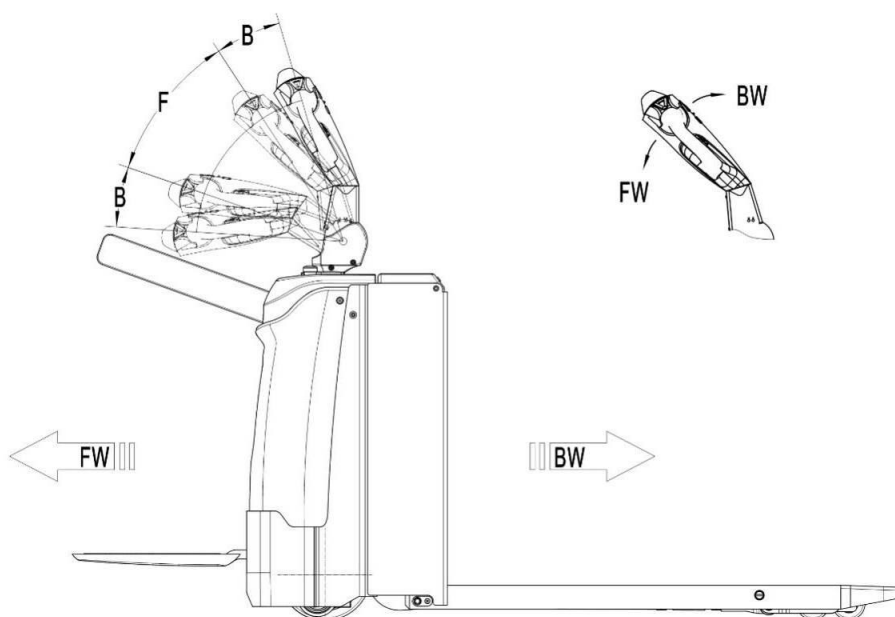

Рис. 9: Направления движения
Длительно нажмите на кнопку питания (рис. 1, поз. 16), введите ПИН-код или используйте карточку доступа, переведите ручку управления в рабочее положение («F», рис.9).
Отклоните маховики управления в нужном направлении «вперед» («Fw», рис. 9) или «назад» («Bw», рис. 9).
- Тележка тормозит, если ручку управления перевести в верхнее или нижнее положение к точкам торможения («В», рис. 9). При отпускании рукоять управления автоматически возвращается в верхнее положение к точке торможения («В», рис. 9). Тележка будет тормозить, пока не остановится.
- Кнопка противоотката (безопасности) (рис. 1, поз. 4) защищает оператора от получения повреждений и травм. Если эта кнопка включена, тележка притормаживает и/или начинает движение в противоположном направлении («Вw», рис. 9) на небольшое расстояние и останавливается. Необходимо помнить, что эта кнопка действует, даже если тележка не едет, но ручка управления находится в рабочем положении.